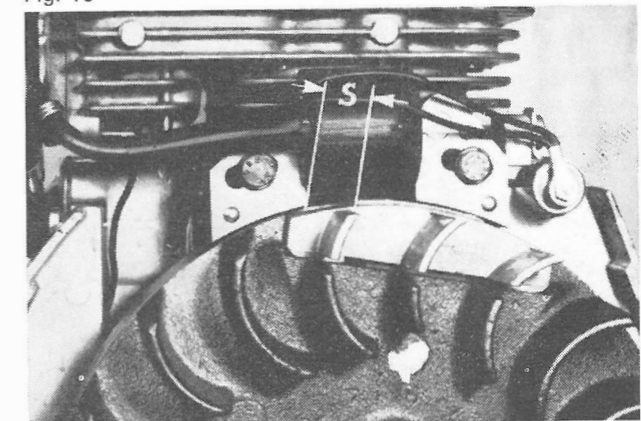

Fig. 76
- Parallel zum Unterbrecher elektrischen Kreis mit Prüflampe schalten. Schwungrad im Uhrzeigersinn drehen, bis die Prüflampe nicht mehr leuchtet, d.h. bis zur Öffnung der Kontakte. In dieser Stellung durch schicklicher Verschiebung der Zündspule innerhalb der eigenen länglichen Löcher den Abstand (Abriss S) zwischen der Hinterkante des Schwungradmagneten und der Innenkante des Spuleneisenblechkernes auf $11 \div 13$ mm einstellen (Abb. 76).